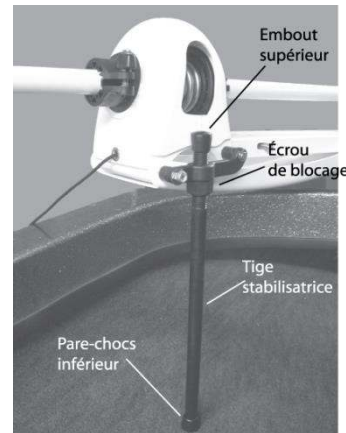

Fig. 3
10. Visser la tige dans le support. Installez l'embout supérieur sur l'extrémité filetée de la tige. La tige est filetée pour l'ajustement. Visser la tige de stabilisatrice vers le haut ou le bas pour obtenir le meilleur soutien. Ajustez la tige de manière à enlever la charge de sur goupille arrière de verrouillage du support de montage à la proue. (Note : N'ajustez pas la tige stabilisation trop haut, ce qui empêcherait le verrouillage de la goupille arrière.) Une fois la tige ajustée à la hauteur voulue, serrez l'écrou de blocage contre le côté inférieur du support du stabilisateur afin d'empêcher la tige de tourner. Voir Fig. 3.